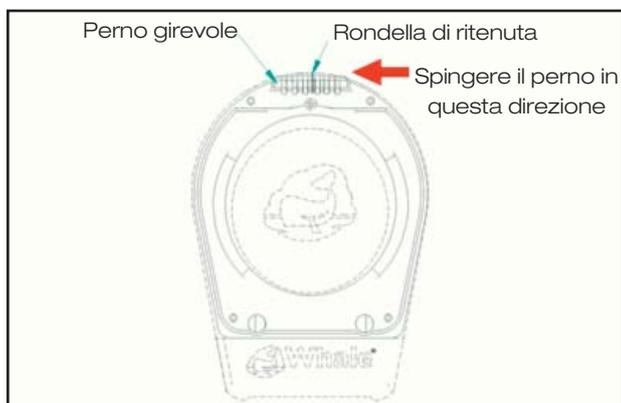

Fig.9
1. Estrarre il perno di cerniera spingendolo nella direzione indicata utilizzando una forza adeguata (quindi sfilare la maniglia). Riporre la rondella di ritenuta in un posto sicuro. (Vedere la Fig. 9).
6. Per installare il nuovo diaframma, accertare che sia posizionato correttamente (vedere fig. 9). Una piccola quantità di lubrificante (olio vegetale) applicata sul bordo del diaframma potrà agevolare l'installazione.
8. Rimontare la maniglia ricollegando la cerniera, premendo il perno attraverso la rondella di ritenuta (vedere fig. 9).